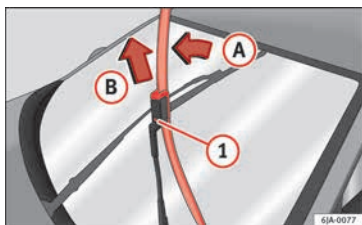

Abb. 69 Wischerblätter für die Frontscheibe
- Klappen Sie den Scheibenwischerarm von der Scheibe ab, wobei Sie das Wischerblatt leicht in Richtung des Arms bewegen – Pfeil **A** » » **Abb. 69**.